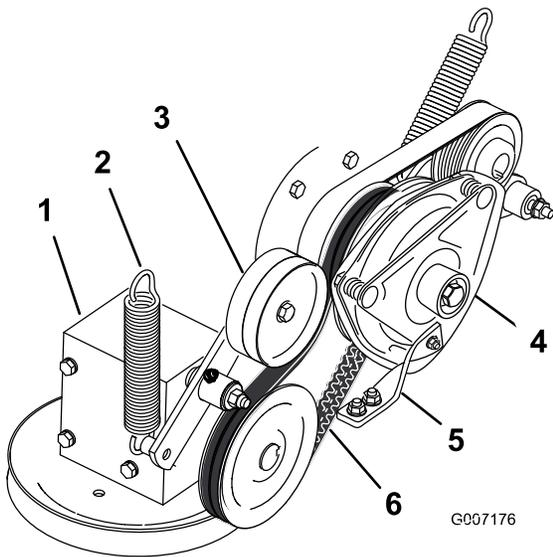

Figura 64
- Togliete la molla di tensione dal braccio di rinvio (Figura 64).
- Montate la cinghia di trasmissione della PDF attorno alla puleggia della frizione ed alla puleggia degli ingranaggi (Figura 64).
- Montate la molla sul braccio di rinvio (Figura 64).